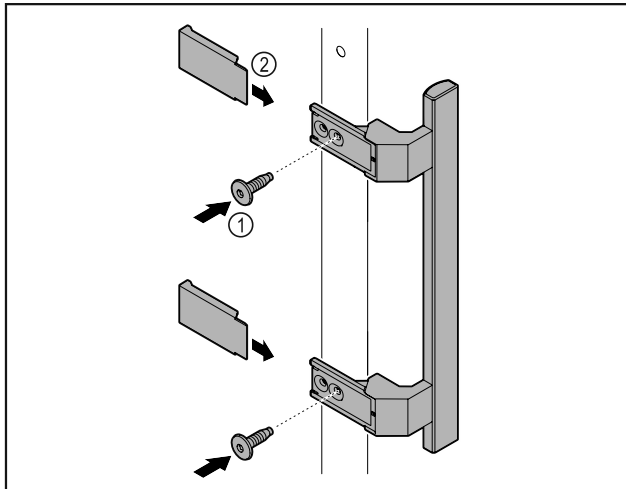

Fig. 66
- ▶ Griff aus dem Beipack mit den beiliegenden Schrauben Fig. 66 (1) an der Tür anbringen.
- ▶ Abdeckung Fig. 66 (2) aufsetzen.